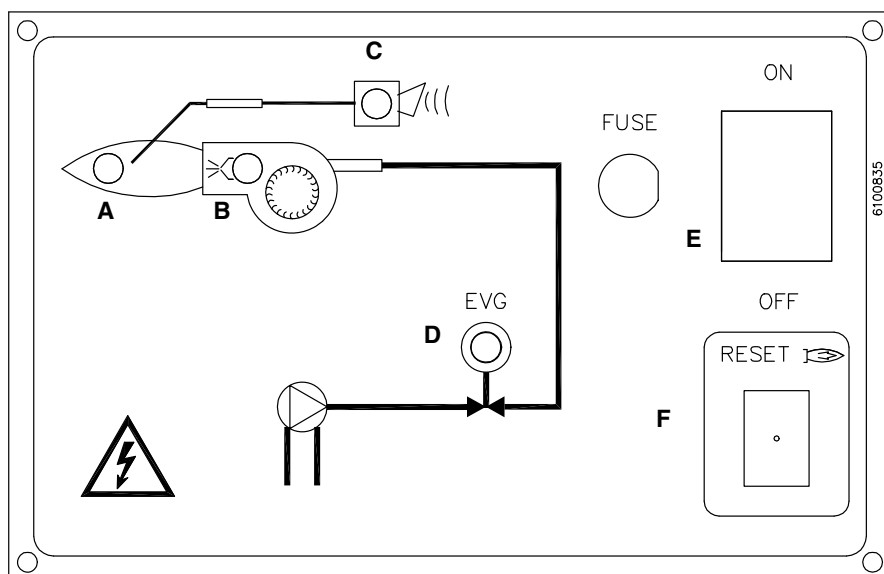
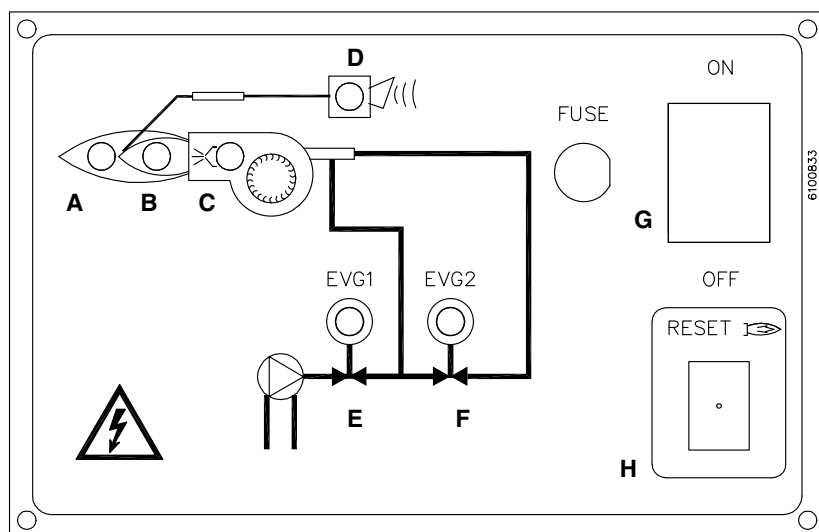

Fig. 19 - Bruciatori monostadio
Fig. 20 - Bruciatori Bistadio
- Controllare che l'apparecchiatura non sia in blocco, eventualmente sbloccarla agendo sul pulsante di sblocco (F in Fig. 19), posto sul pannello comandi del bruciatore.
- Controllare che l'apparecchiatura non sia in blocco, eventualmente sbloccarla agendo sul pulsante di sblocco (F in Fig. 19 ed H in Fig. 20), posto sul pannello comandi del bruciatore.